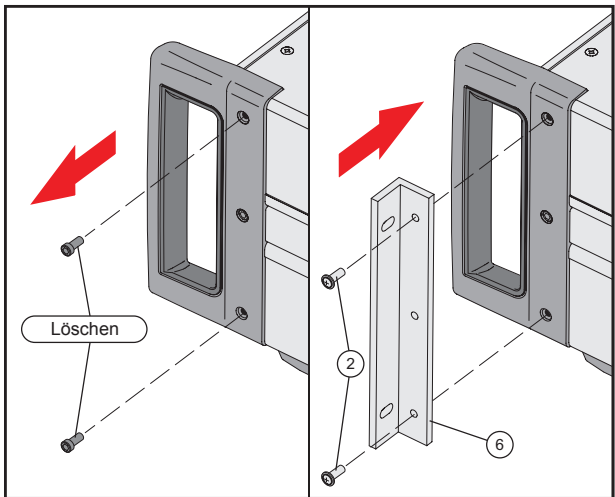

Abbildung 3. Installieren der Gehäusewinkel
1. Verwenden Sie den Inbusschlüssel, der diesem Kit beiliegt, und entfernen Sie die oberen und unteren Befestigungsschrauben auf den Griffen vorne links und rechts, wie in Abbildung 3 dargestellt.
2. Installieren Sie die Gehäusewinkel an den Griffen vorne links und rechts mit zwei #8-32 x 1/2 Zoll Phillips-Flachkopfschrauben, wie in Abbildung 3 dargestellt.